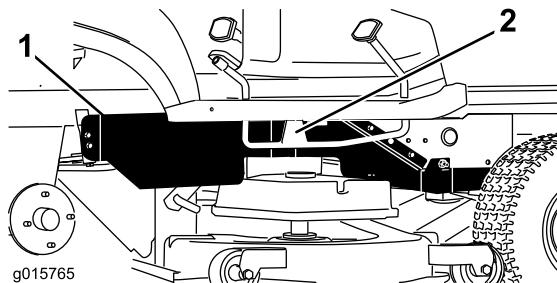

Figure 10
- Positionnez le protège-courroie droit derrière la pédale de déplacement et le contacteur monté derrière, et fixez-le au cadre de la machine comme illustré à la Figure 10.